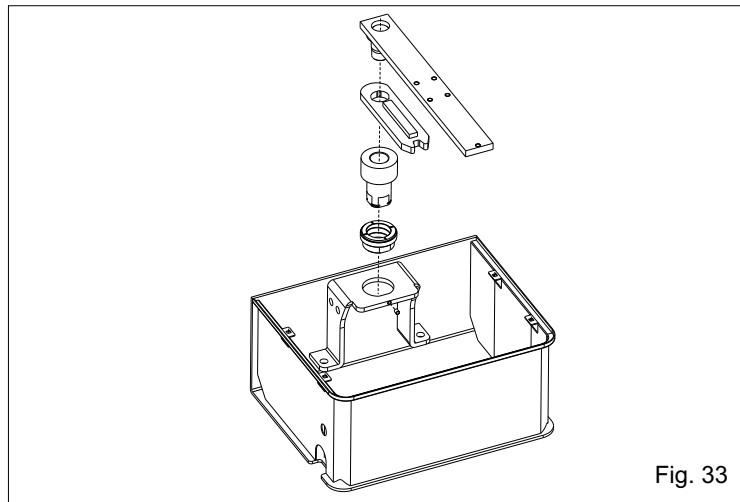

Fig. 33
**10.4.** Introducir el casquillo deslizante de la cancela en la caja y fijarla con el tornillo especial (Fig.33).
**10.5.** Insertar los conjuntos (Fig. 33).